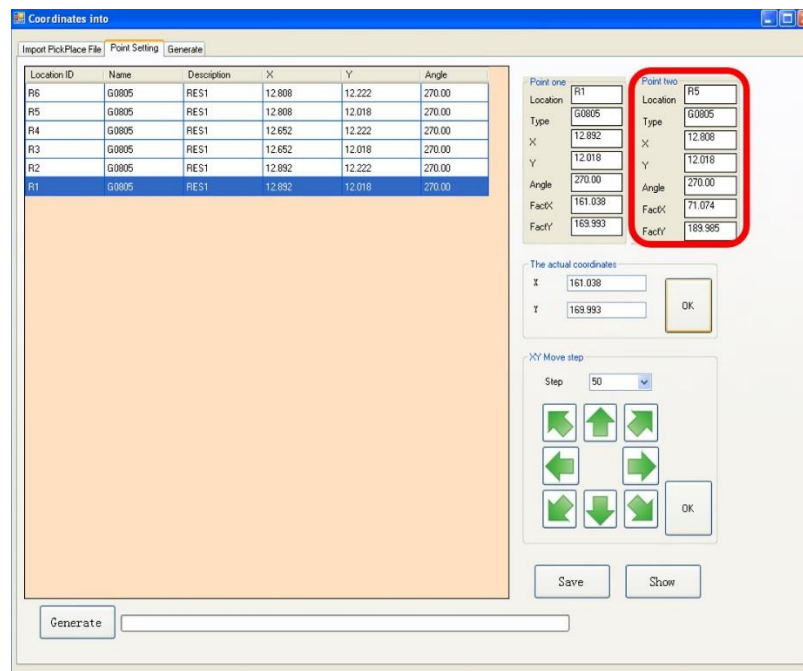

Figura 44. Configuración para la ubicación del segundo componente.
19. Ahora pulse sobre la opción del segundo componente. Ver recuadro seleccionado de la figura 44.